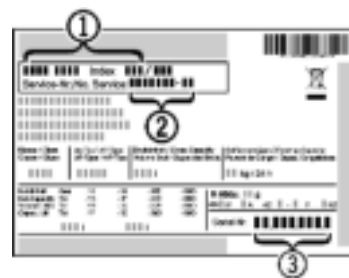

Fig. 17
- ▶ Apparaataanduiding *Fig. 17 (1)*, service-nr. *Fig. 17 (2)* en serie-nr. *Fig. 17 (3)* van het typeplaatje aflezen. Het typeplaatje bevindt zich aan de linkerkant binnen in het apparaat.
- ▶ Contact opnemen met de Technische Dienst en het probleem, apparaataanduiding *Fig. 17 (1)*, service-nr. *Fig. 17 (2)* en serie-nr. *Fig. 17 (3)* mededelen.